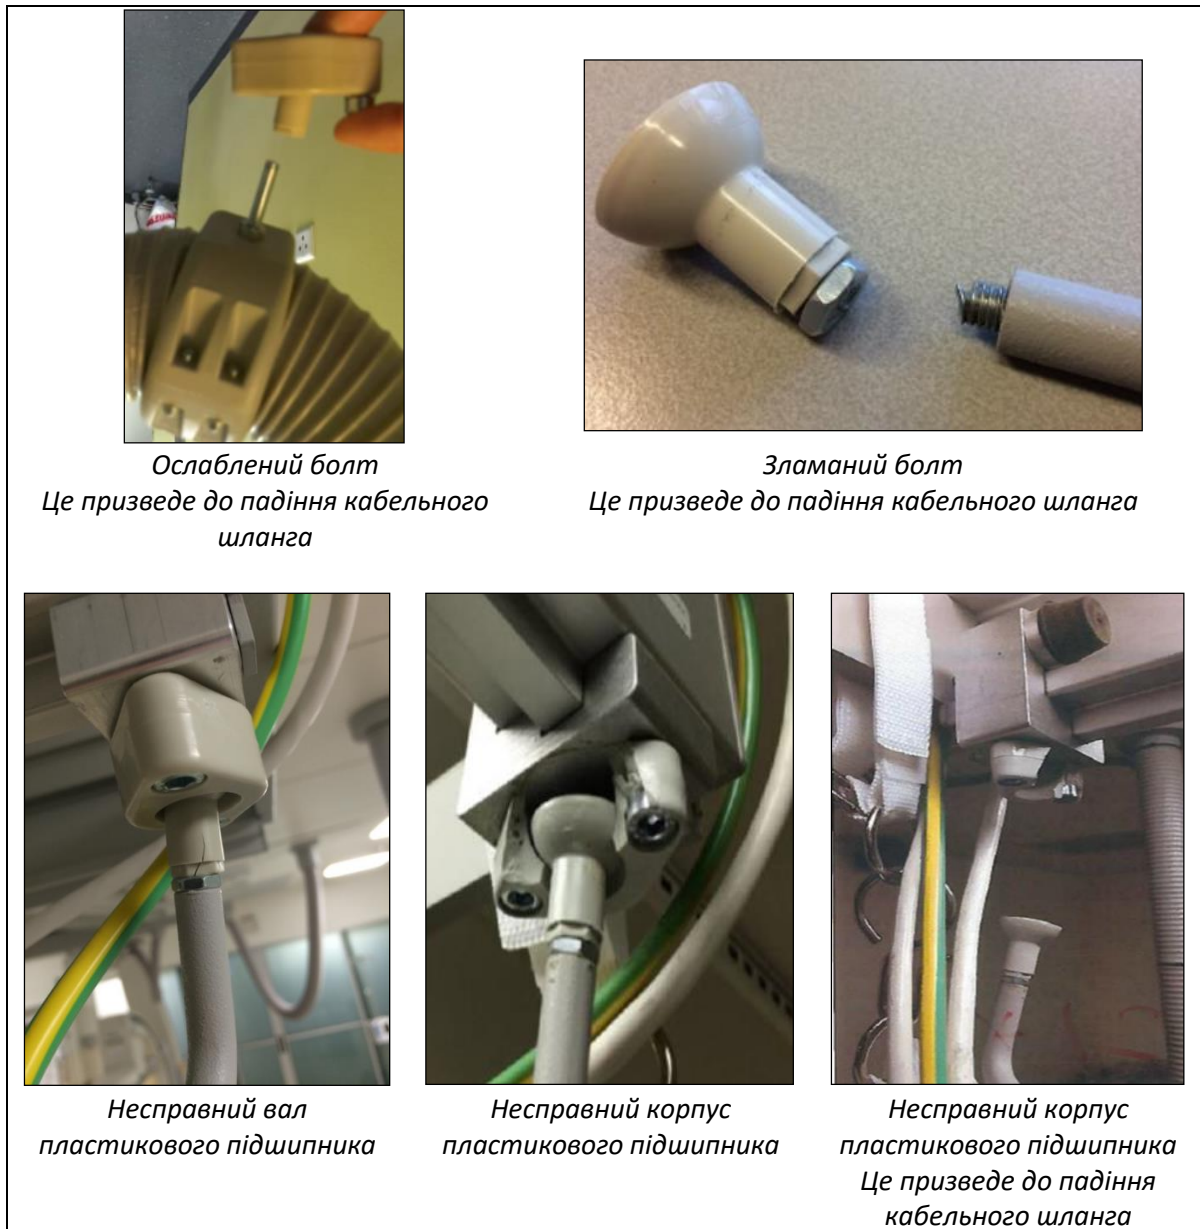

Рисунок 2. Приклади ослаблених і несправних болтів та пластикових деталей
- d. Якщо ви помітили ослаблені або зламані болти та/або зламані пластикові деталі тримачів кабельних шлангів (див. Рисунок 2), негайно зверніться до місцевого представника компанії Philips.